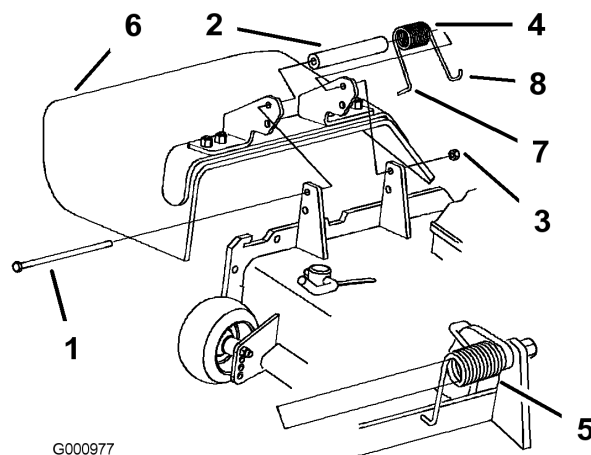

Figura 79
1. Retire la contratuerca, el perno, el muelle y el espaciador que sujetan el deflector a los soportes de pivote (Figura 79). Retire el deflector de hierba dañado o desgastado.
- Nota:** Asegúrese de colocar el extremo en L del muelle detrás del reborde de la plataforma antes de instalar el perno, según muestra Figura 79.
3. Instale el perno y la tuerca Coloque el extremo en **J** del muelle alrededor del deflector de hierba (Figura 79).